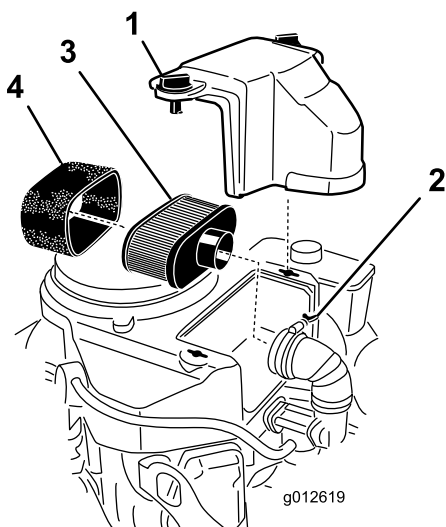

Figure 40
3. Nettoyez la surface autour du filtre à air pour éviter que des impuretés n'endommagent le moteur en tombant à l'intérieur (Figure 40).
4. Dévissez les boutons du couvercle et déposez le couvercle du filtre à air (Figure 40).
5. Dévissez le collier et déposez le filtre à air (Figure 40).
6. Sortez délicatement l'élément en mousse de l'élément en papier (Figure 40).
- Remarque:** S'il est très encrassé, remplacez-le par un neuf (Figure 40).
1. Glissez délicatement l'élément en mousse sur l'élément en papier (Figure 40).
2. Posez le filtre à air complet sur sa base ou sur le flexible et fixez-le en position (Figure 40).
3. Mettez le couvercle du filtre en place et serrez le bouton (Figure 40).